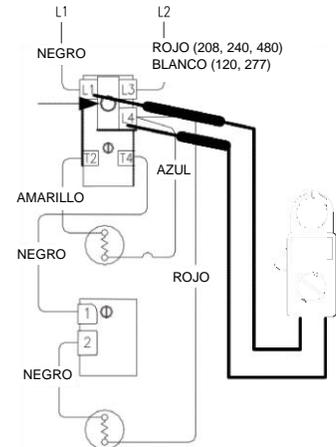

Figura 3
1. Compruebe el voltaje de línea en los terminales L1 y L4 del termostato superior (consulte la figura 3).
2. Desconecte la alimentación del calentador de agua y presione con firmeza el botón de reinicio ECO de los termostatos. Encienda el calentador y vuelva a comprobar el voltaje en los terminales L1 y L4 del termostato superior (consulte la figura 3).